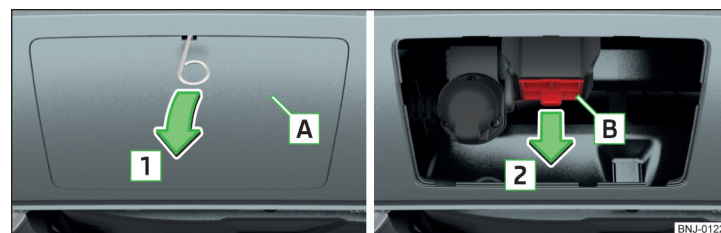

Fig. 154 Demontarea măștii: la bara de protecție spate/pentru locașul de fixare
- Scoateți masca locașului de fixare [A] în sensul săgeții [1] » fig. 154 cu ajutorul bridei pentru extragerea capacelor integrale de roată din trusa de scule.
- Montați capacul **B** » fig. 154 la pagina 123 în sens opus săgeții **2**.
- Aplicați capacul **A** » fig. 154 la pagina 123 la „cărligele” din partea de jos a barei de protecție.